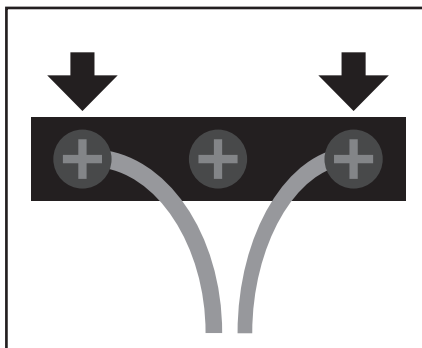

Fig. 22
3. Retirez le couvercle de l'interrupteur de fin de course. Connectez le câble aux 2 broches extérieures de l'interrupteur de fin de course (Fig. 22).